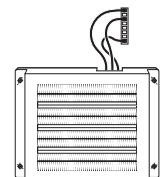

Рис. 14
- Подключите нагревательный элемент к разъему «мама» в приборе. Убедитесь, что соединение «мама-папа» надежно зафиксировано до щелчка (рис. 14).